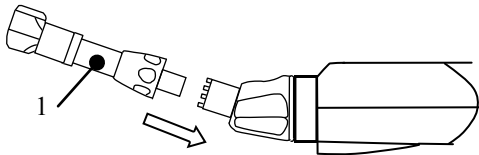

Fig. 1
- 1 - Sluit de nieuwe batterij aan en let er daarbij dat de connector niet geforceerd wordt. (Fig. 1)
- 1 - Подсоедините новый аккумулятор, стараясь не прилагать чрезмерных усилий к разъёму. (Рис. 1)
- 1 - Insérer la tête de contre angle Référence **08.880.00.000.FK** sur votre moteur. (Fig. 1)
- 1- Insert the contra angle head reference **08.880.00.000.FK** on your motor. (Fig. 1)
- 1- Introducir el cabezal del contra-ángulo Referencia **08.880.00.000.FK** en el motor. (Fig. 1)
- 1 – Inserire la testa del contrangolo con riferimento **08.880.00.000.FK** sul motore. (Fig. 1)
- 1 - Inserir a cabeça de contra-ângulo Referência **08.880.00.000.FK** no seu motor. (Fig. 1)
- 1 – Nałożyć główkę kątnicy Ozn. **08.880.00.000.FK** na silnik (Rys. 1).